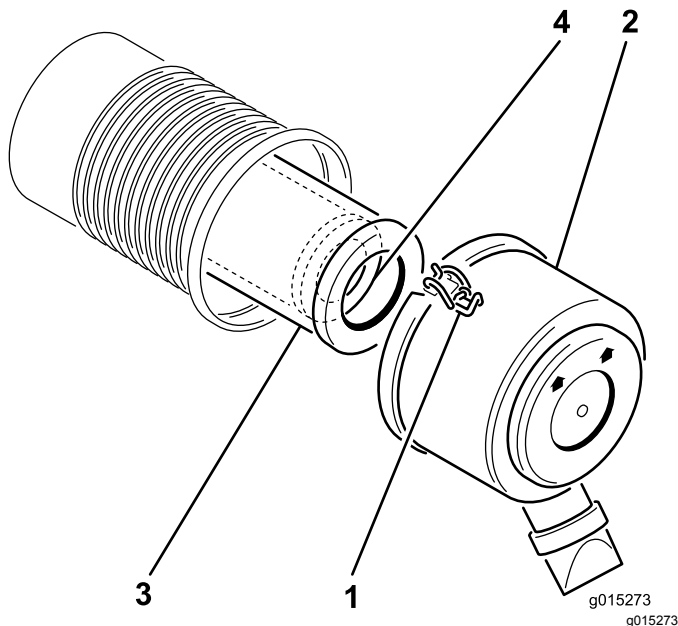

Bild 14
2. Lösen Sie die Riegel, mit denen die Luftfilterabdeckung am Luftfiltergehäuse befestigt ist. Nehmen Sie die Abdeckung vom Gehäuse ab (Bild 14).
4. Schieben Sie den Hauptfilter vorsichtig aus dem Luftfiltergehäuse heraus (Bild 14).
2. Wenn Sie den Sicherheitsluftfilter austauschen, schieben Sie ihn vorsichtig in das Filtergehäuse ein (Bild 14).
3. Schieben Sie den Hauptluftfilter vorsichtig auf den Sicherheitsluftfilter (Bild 14).
5. Bringen Sie die Luftfilterabdeckung so an, dass die Seite mit Up nach oben zeigt, und rasten Sie die Riegel ein (Bild 14).